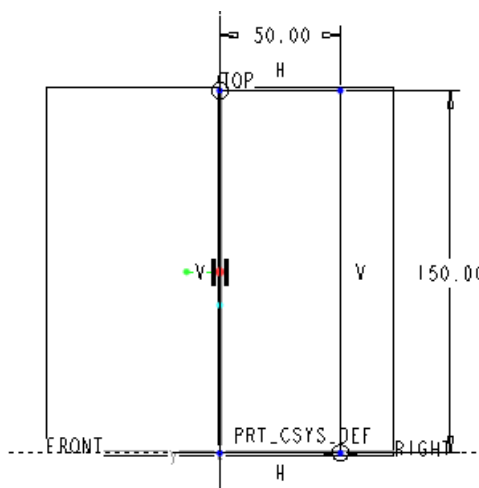

図 13-3 長方形の寸法定義
- ・「直線ツール」の左から3つ目の「中心線」を選択し、図 13-3 に示すように垂直方向に中心線を引く。